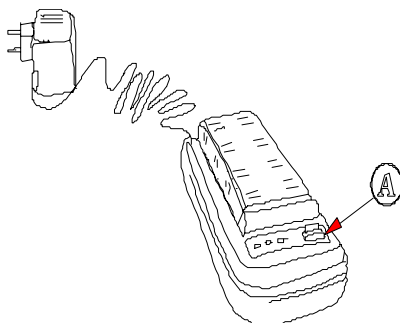

Figure 1.- Chargeur de batterie CB-410B et adaptateur de secteur.
- 2) **Il convient de décharger la batterie avant d'effectuer le processus de charge**, pour éliminer d'éventuelles charges résiduelles. Pour cela, appuyez sur le bouton A situé sur la partie droite (voir figure 1). C'est alors qu'une petite lampe jaune s'allumera et que la décharge commencera. À l'issue du processus de décharge, le chargeur commencera automatiquement le processus de charge.